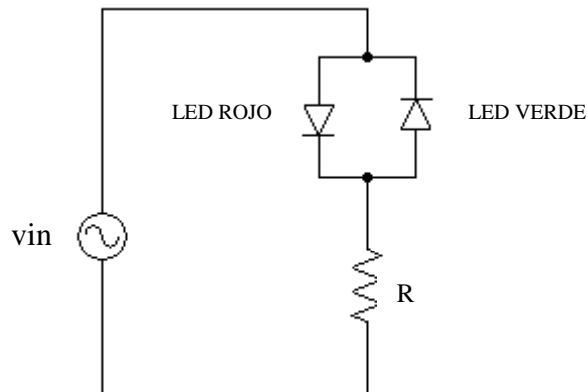

Figura 1.5
- Con ayuda del generador de ondas, realiza el montaje de la figura 1.5